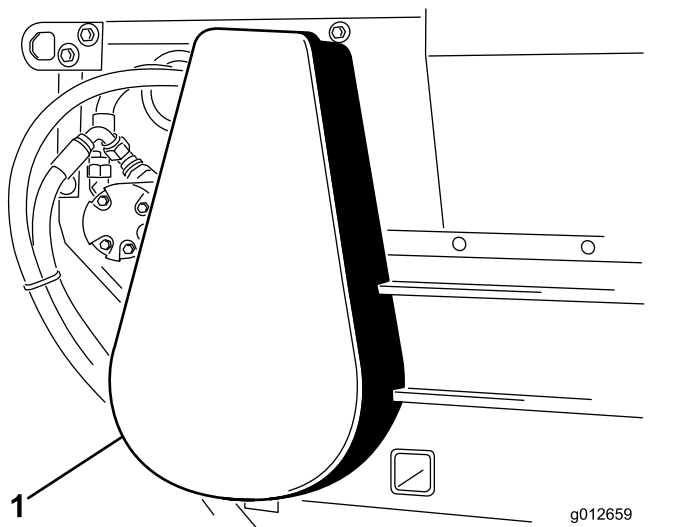

図 18
2. チェーンカバーを取り外す 図 18。
6. チェーンカバーを取り付ける 図 18。